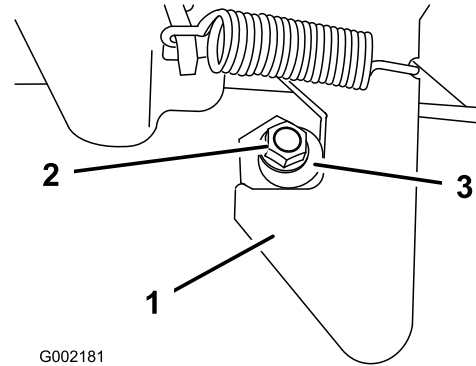

Figure 60
1. Desserrez le contre-écrou au bout de l'ergot de verrouillage (Figure 60).
2. Tournez l'ergot de verrouillage dans le sens horaire jusqu'à ce qu'il soit bien serré contre la partie en crochet du loquet (Figure 60).